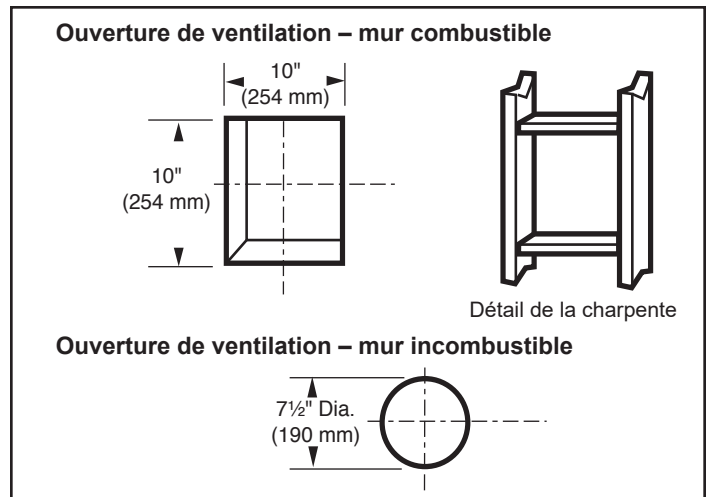

Figure 3.10 – Localiser l'ouverture de la ventilation sur le mur
1. Localisez l'ouverture de ventilation sur le mur. Il peut être nécessaire de positionner d'abord le poêle et de prendre des mesures pour déterminer l'emplacement de l'ouverture. Selon que le mur est combustible ou non, coupez l'ouverture en fonction de la taille (figure 3.10). Pour les murs combustibles, installez d'abord un cadre dans l'ouverture. Murs combustibles : Découpez un trou de 254 x 254 mm (10 x 10 po) à travers le mur extérieur et installez un cadre, (figure 30). Murs incombustibles : L'ouverture du trou doit avoir un diamètre de 191 mm (7-1/2 po).